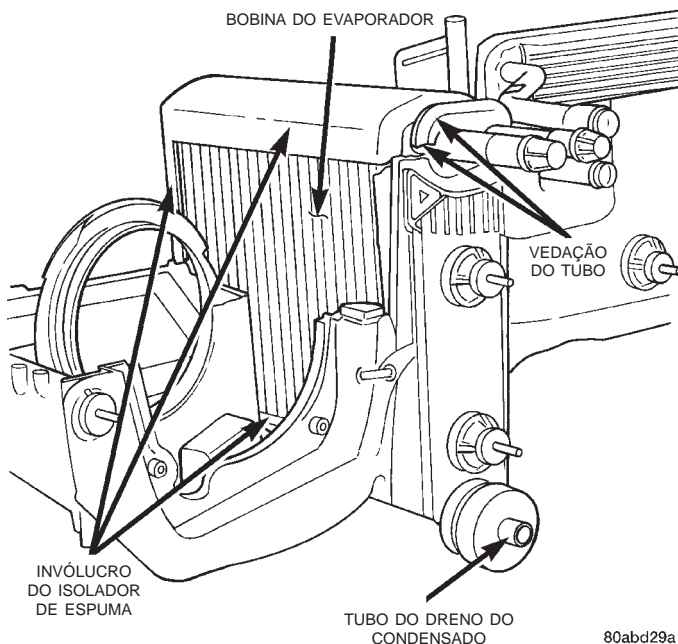

Fig. 59 Remoção/Instalação da Bobina do Evaporador
(1) Retire e desmonte o compartimento de A/C-aquecedor. Consulte "Compartimento de A/C-Aquecedor", neste grupo, para obter mais informações sobre os procedimentos.
(2) Levante a bobina da unidade do evaporador para fora da metade inferior do compartimento de A/C-aquecedor (Fig. 59).